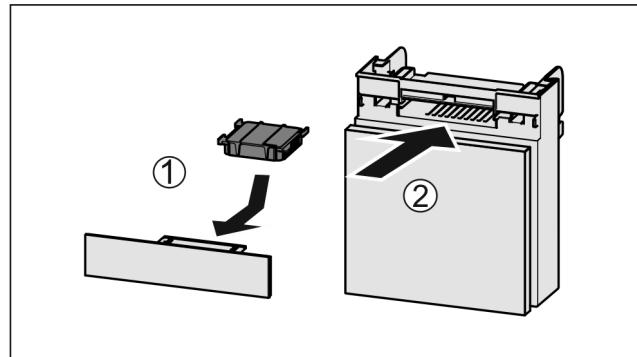

Fig. 186
- Вставити фільтр з активованого вугілля за малюнком Fig. 186 (1).
- Вставити відділення Fig. 186 (2).